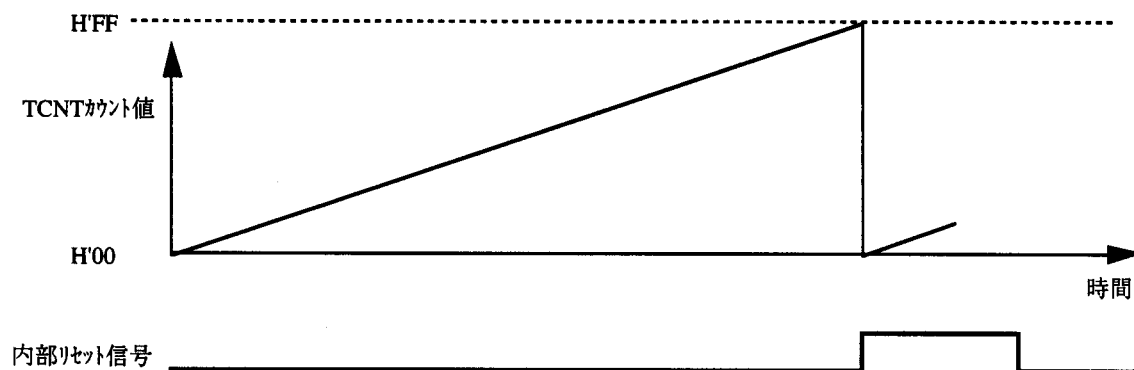

図1 ウォッチドッグタイマによる内部リセット
- (1) 図1に示すようにウォッチドッグタイマがオーバーフロした時に内部リセット信号を発生し、SH7050をリセットします。
- (2) オーバフロ周期は13msです。